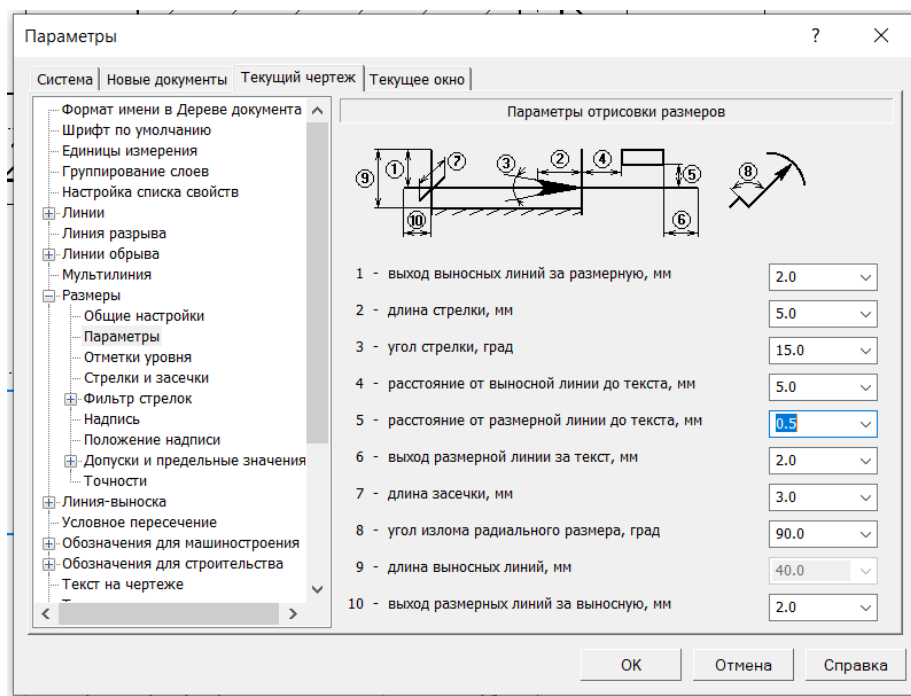

Рис. 29 Параметры отрисовки размеров
- **Настройка – Параметры – Текущий чертеж – Размеры (рис. 29).**